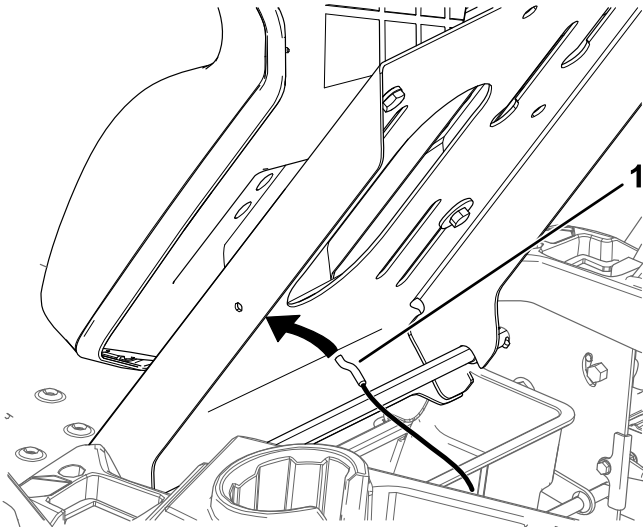

Figura 8
7. Conecte el cable de inclinación desde dentro de la base del asiento (Figura 8).